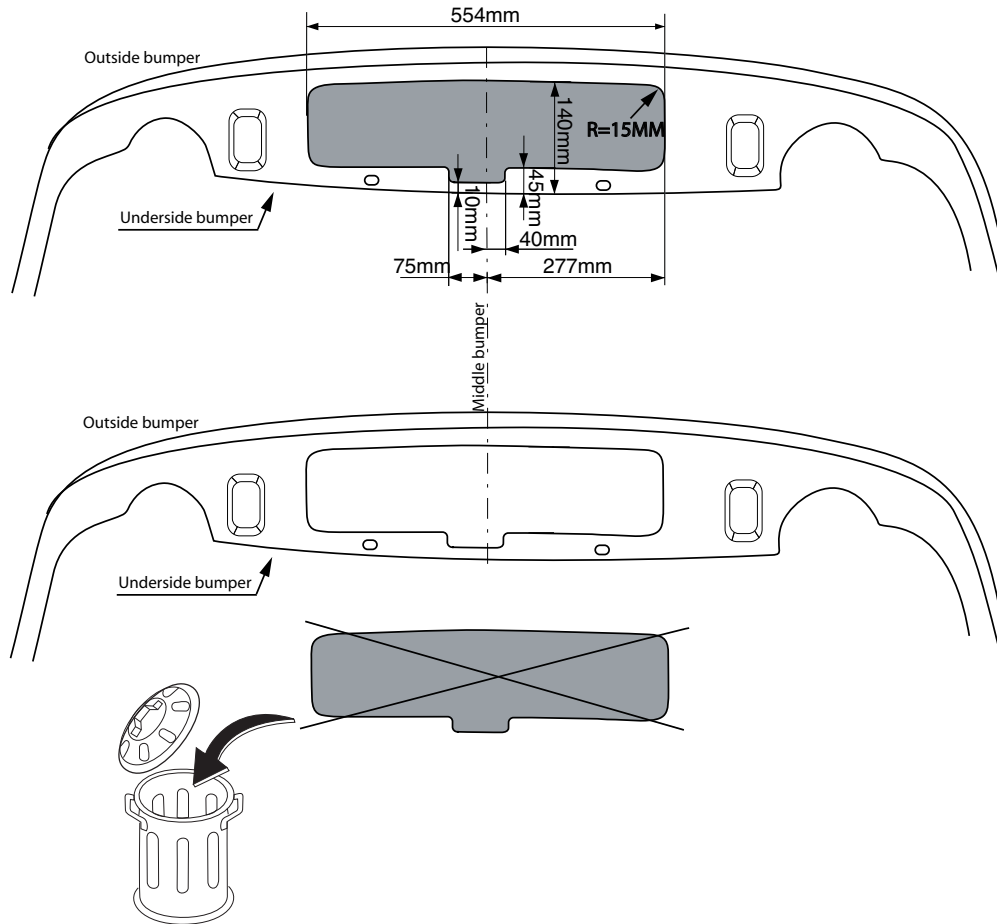

Fig. 2
6. Выпилить часть из бампера в середине снизу, как указано на рис.2.